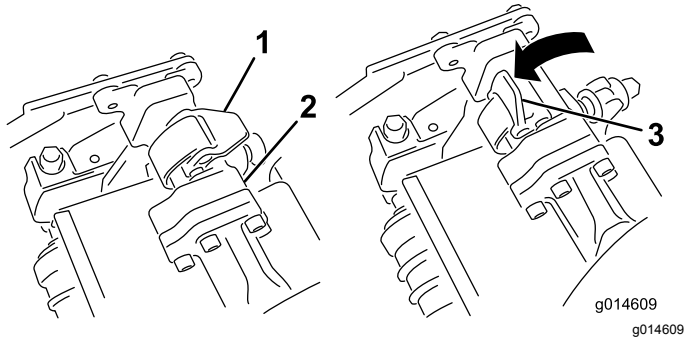
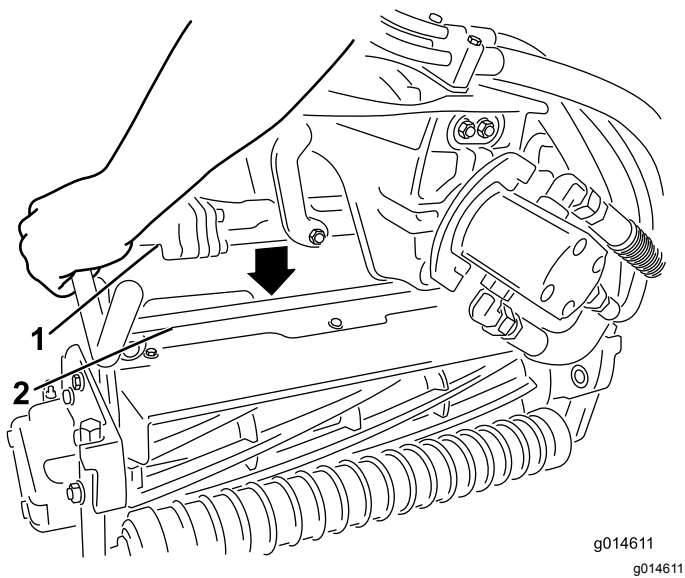

Figure 32
Figure 33
- Les verrous de la barre de bras de suspension étant orientés en haut (c.-à-d. ouverts) (Figure 32), poussez le bras de suspension vers le bas pour que la barre s'engage sur la barre transversale en haut du plateau de coupe (Figure 33).
- Fermez les verrous autour de la barre du plateau de coupe et bloquez-les en place (Figure 32).
4. Ouvrez les verrous sur la barre du bras de suspension appartenant au plateau de coupe que vous voulez déposer (Figure 32).